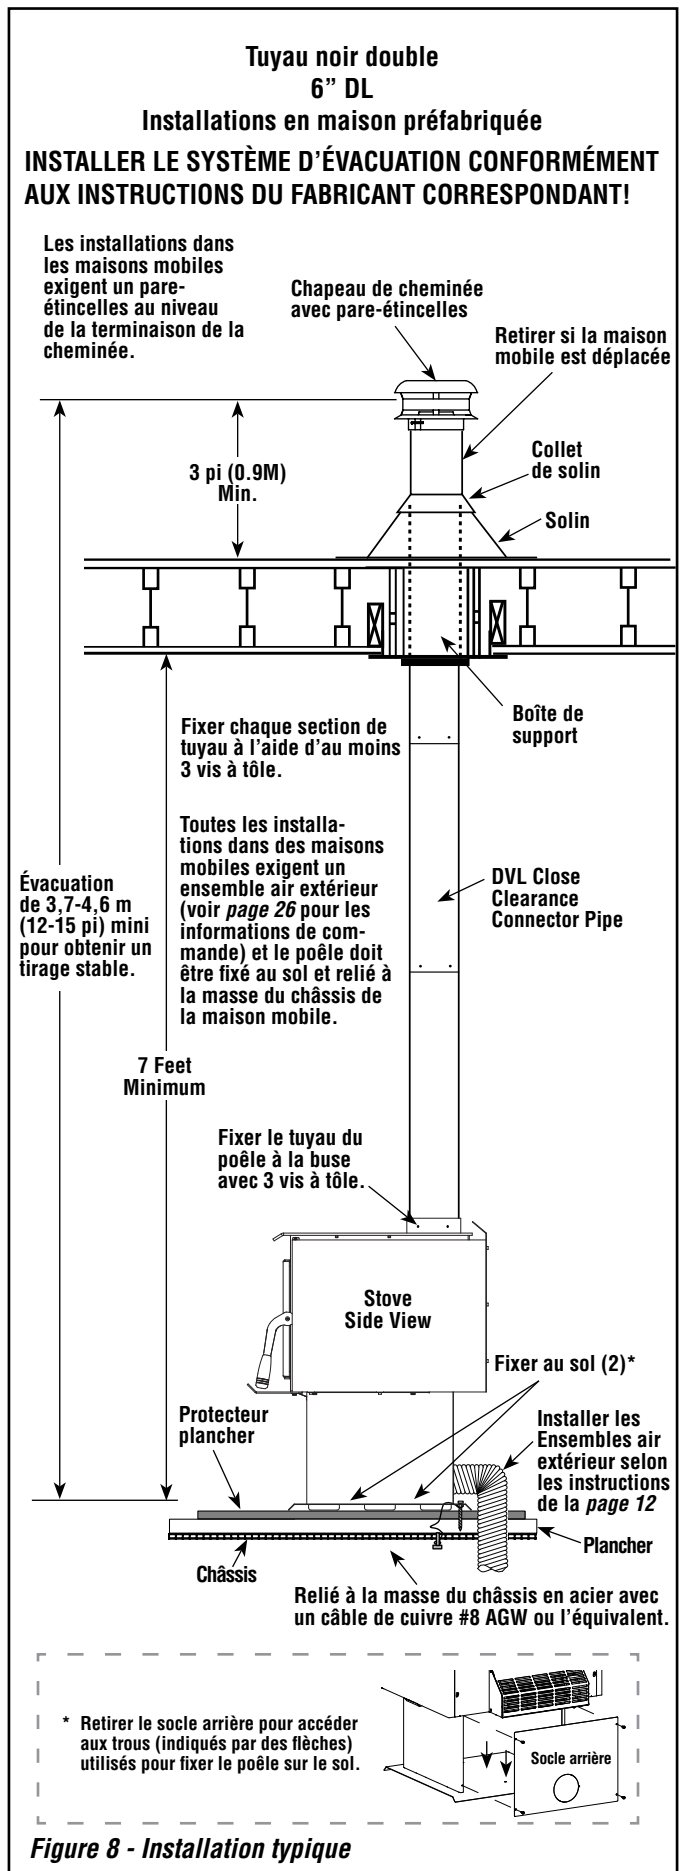

Figure 8 - Installation typique
### Installations en maison préfabriquée (voir figure 8)
1. **(Installations en maison préfabriquée)** Fixer le poêle au sol en suivant les instructions de la **figure 8** à la **page 10**.
Installation de l'ensemble d'air extérieur à travers le plancher d'une maison préfabriquée (voir **figure 8**)